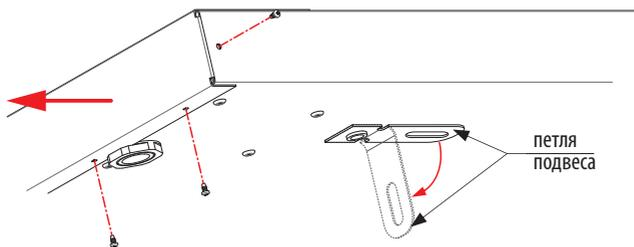

Рисунок 5. Снятие боковой крышки обогревателя для доступа к распределительной коробке.
- 7.4.1. Открутить саморезы и снять боковую крышку обогревателя для доступа к распределительной коробке (см. рис. 5). Снять крышку распределительной коробки.
- 7.5. Для потолочного монтажа обогревателя отогните петли подвеса (см. рис. 5). Используйте крепеж из комплекта поставки.